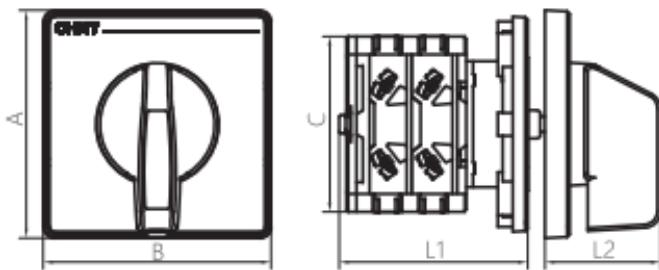
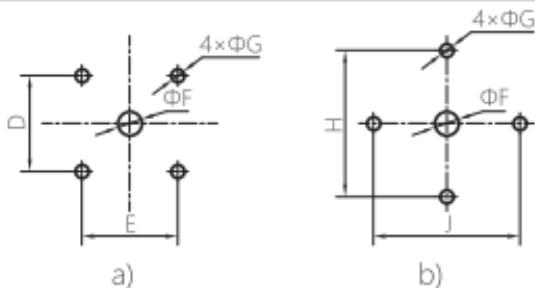
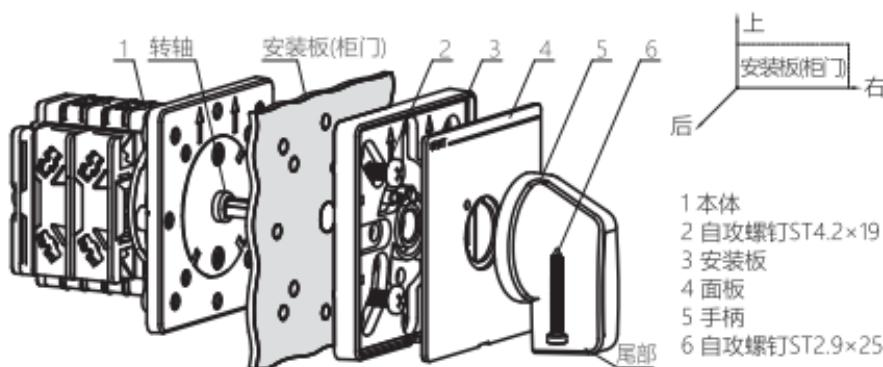
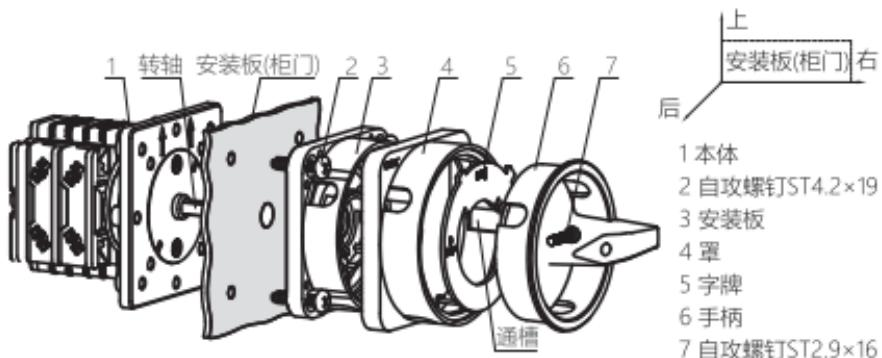

图1 开关“R”型手柄产品外形尺寸
图3 安装板(柜门)开孔尺寸示意图
图4 开关“R”型手柄安装示意图
图5 开关“G”型手柄安装示意图
开关外形尺寸及安装板开孔尺寸见图1~图3和表1。
6.2.1 NKZ1 “R” 型手柄产品安装方法(见图4)
确认开关处于断开状态→柜门开孔，开孔尺寸见图3序2自攻螺丝连接本体、柜门以及安装板，安装顺序如图4所示(紧固前确认本体上“↑”标识朝上，安装板内“↑”标识朝上)→装面板(“CHINT”标识朝上)→装手柄(手柄内孔倒角与转轴倒角对齐)→紧固序6自攻螺钉。
6.2.2 NKZ1 “G” 型手柄产品安装方法(见图5)
确认开关处于断开状态→柜门开孔，开孔尺寸见图3 a)→序2自攻螺丝连接本体、柜门以及安装板，安装顺序如图5所示(紧固前确认本体上“↑”标识朝上，安装板内“↑”标识朝上)→装字牌(“ON”标识朝上)→装罩(“CHINT”标识朝上)→装手柄(螺钉头朝罩的通槽位置)→紧固序7自攻螺钉。